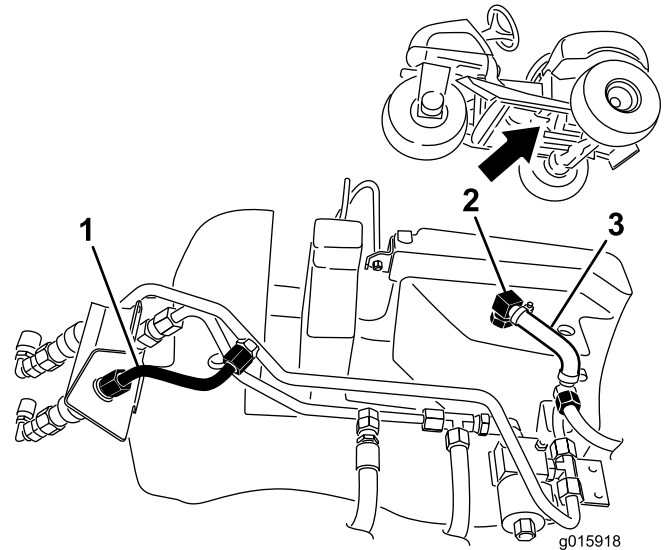

Bild 6
- Schließen Sie die kurze Hydraulikleitung vom Kupplungsanschlusstück und dem Anschluss der Hydraulikleitung ab (Bild 6).
- Entfernen Sie den kleinen geformten Schlauch, indem Sie ihn vom kleinen Winkelanschluss im Hydraulikbehälter und dem kleinen Hydraulikschlauch abschließen (Bild 6).
- Entfernen Sie den kleinen Winkelanschluss vom Hydraulikbehälter (Bild 6).